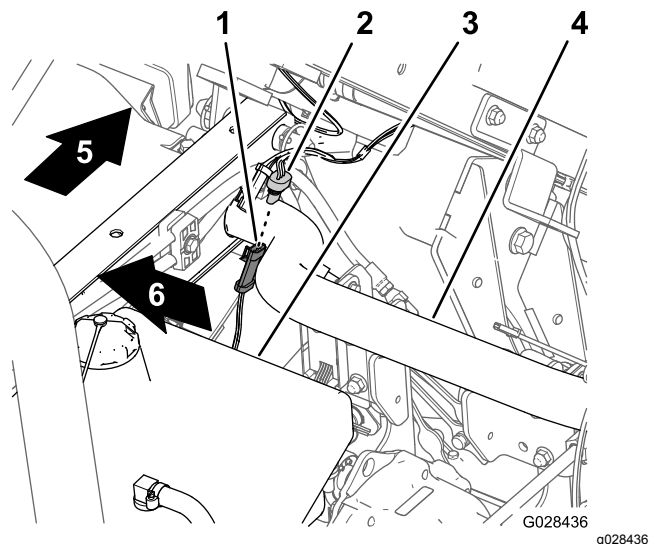

Bild 17
1. Suchen Sie am Kabelbaum des Sprühfahrzeugs den 3-Buchsen-Stecker für den Geschwindigkeitssensor-Schaltkreis (Bild 17).
2. Stecken Sie den 3-Stift-Stecker des Kabelbaums der Maschine für den Geschwindigkeitssensor in den 3-Buchsen-Stecker des Sprühfahrzeug-Kabelbaums für den Geschwindigkeitssensor (Bild 17).